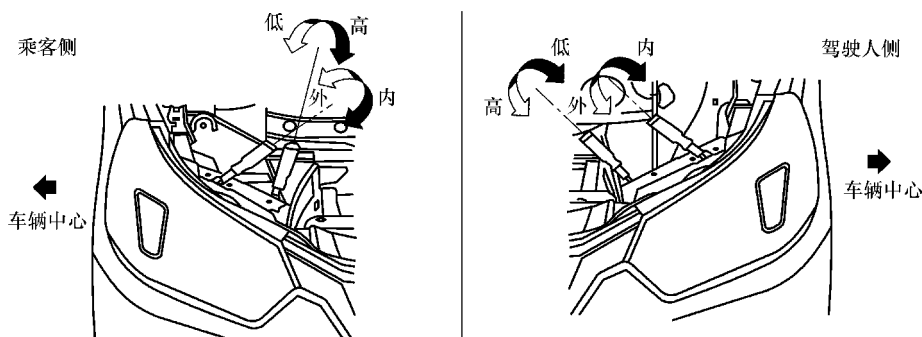

图 10-26 调整前照灯光束
2) 如图 10-26 所示, 用螺钉旋具转动每个光束调整螺钉, 使垂直和水平光束在规定的范围内。